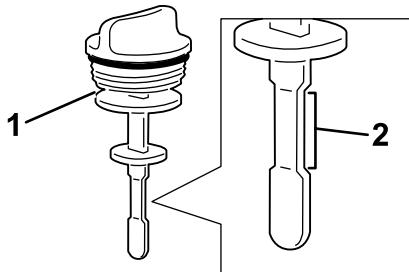

図 108
- ディップスティックを引き抜いて油量を点検する 図 108。